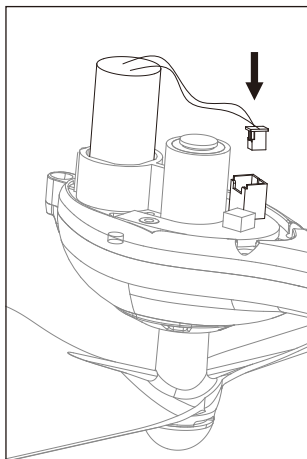

图12
2. 更换相同转向的新电机，连接电机线插头（图12），盖上灯罩，再锁上螺丝。